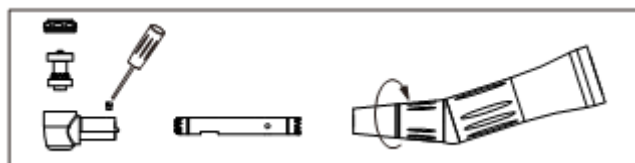

Рисунок 28
- 4) Вставьте новый картридж в головку (Рисунок 28).